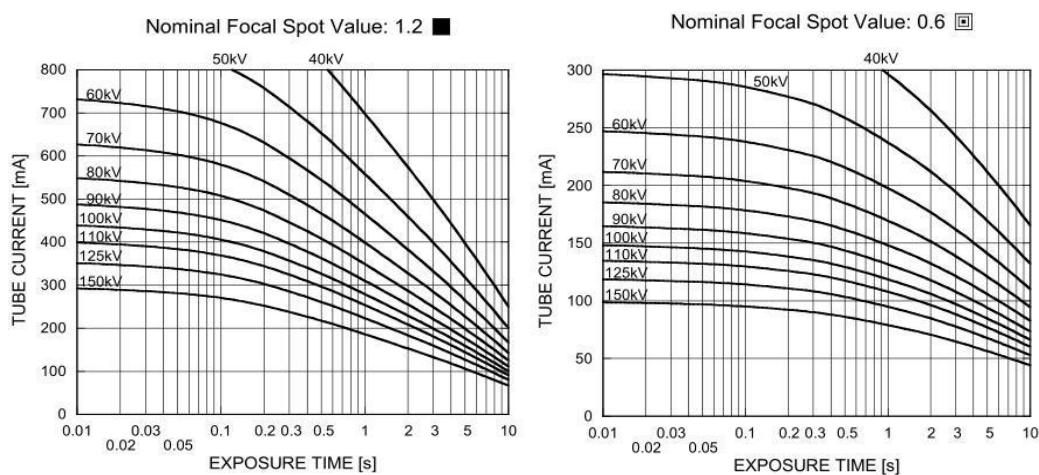

Figura 2-2 Curva de características de carga (trifásica 50Hz)
16. Las características de carga del tubo de rayos X se pueden ver en la Figura 2-2